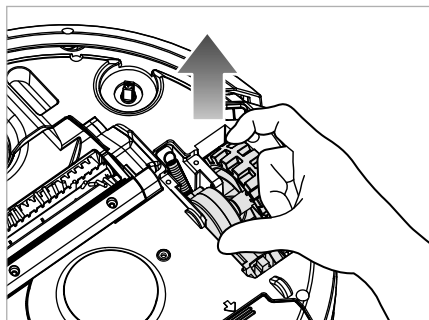

Abb. 21
- 3) Ziehen Sie das Rad **20/34** ein Stück aus dem Gerät und reinigen Sie es mit einem leicht angefeuchteten Tuch oder der Reinigungsbürste **11** (siehe Abb. 21 und 22). Wischen Sie bei Bedarf auch das Radfach aus.